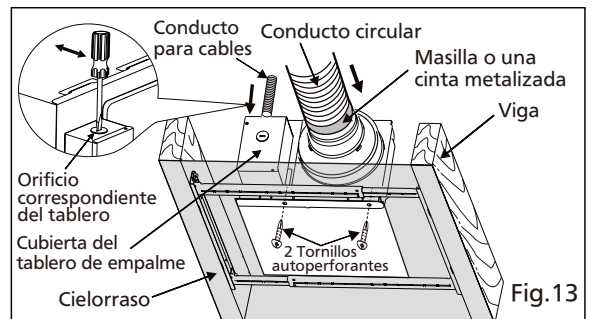

Fig.13
3. Instale el adaptador al soporte Flex-Z Fast™ usando 2 tornillos autopercantes. (Fig.13)